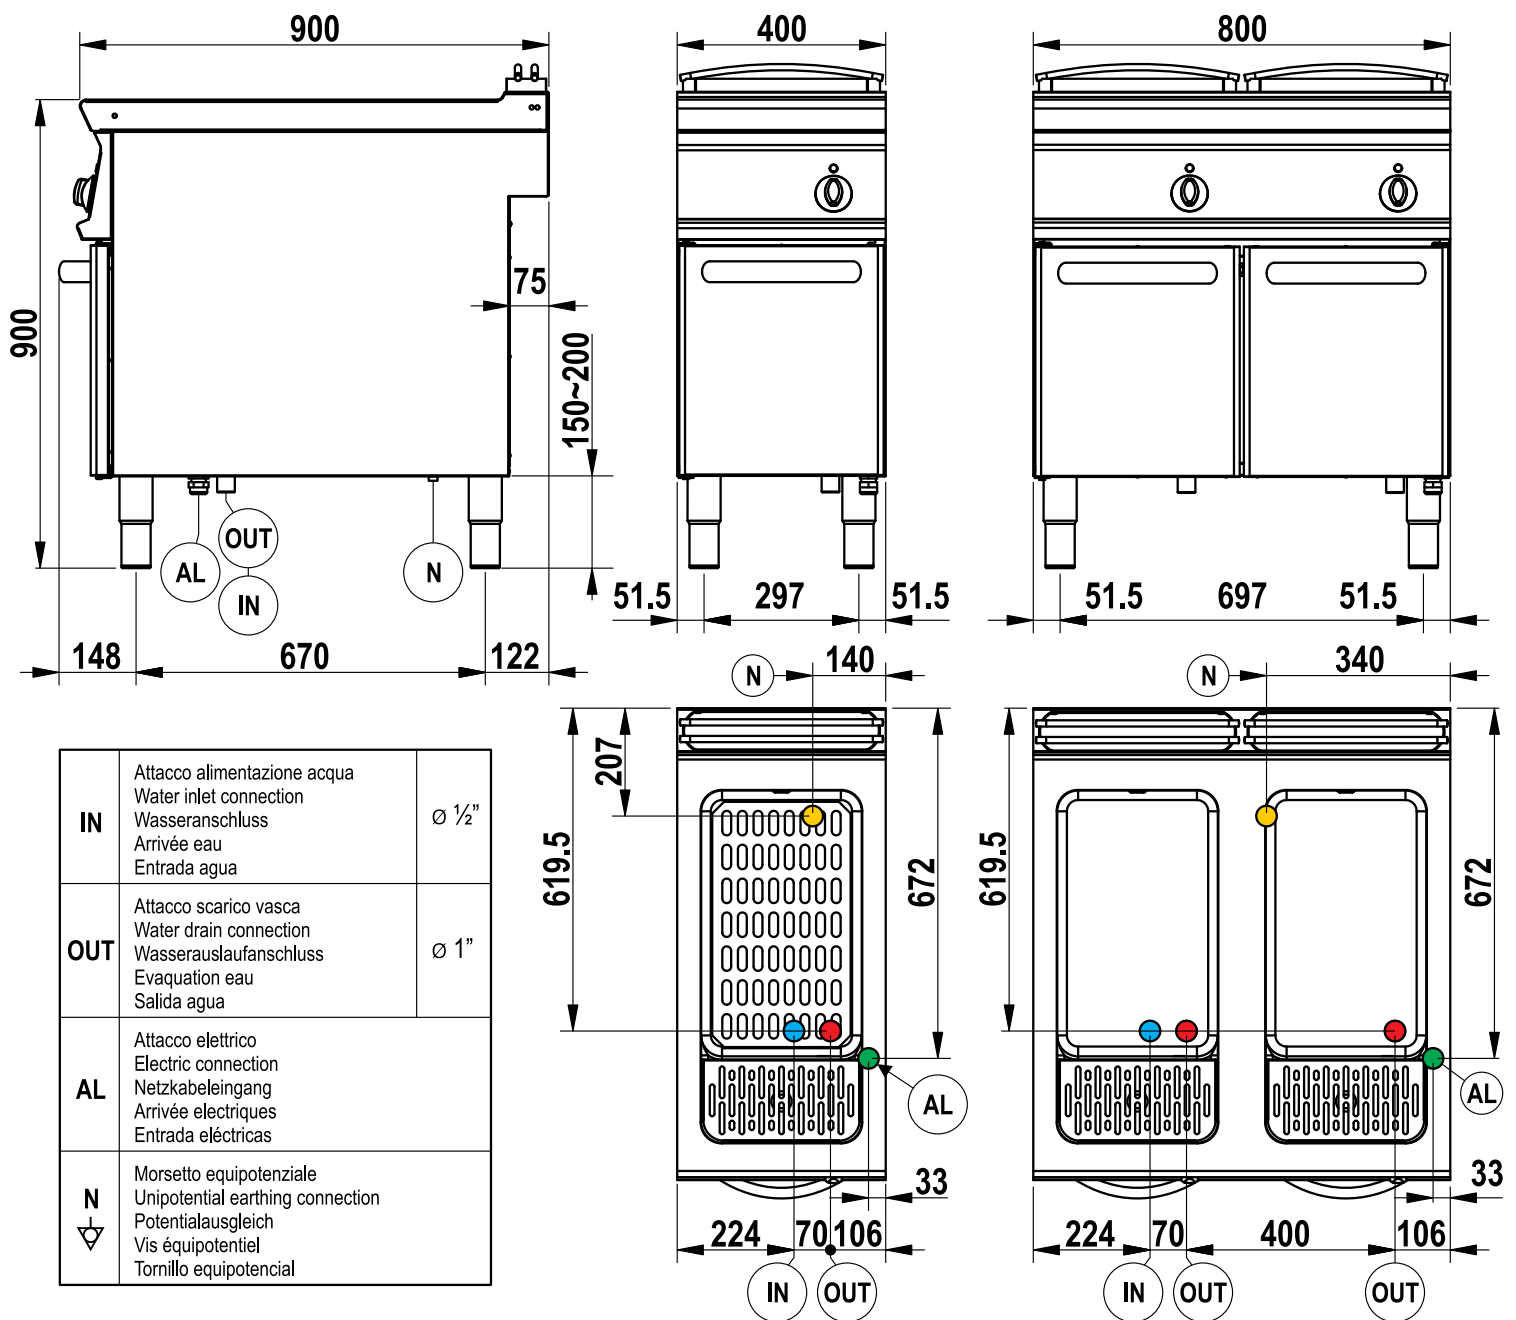
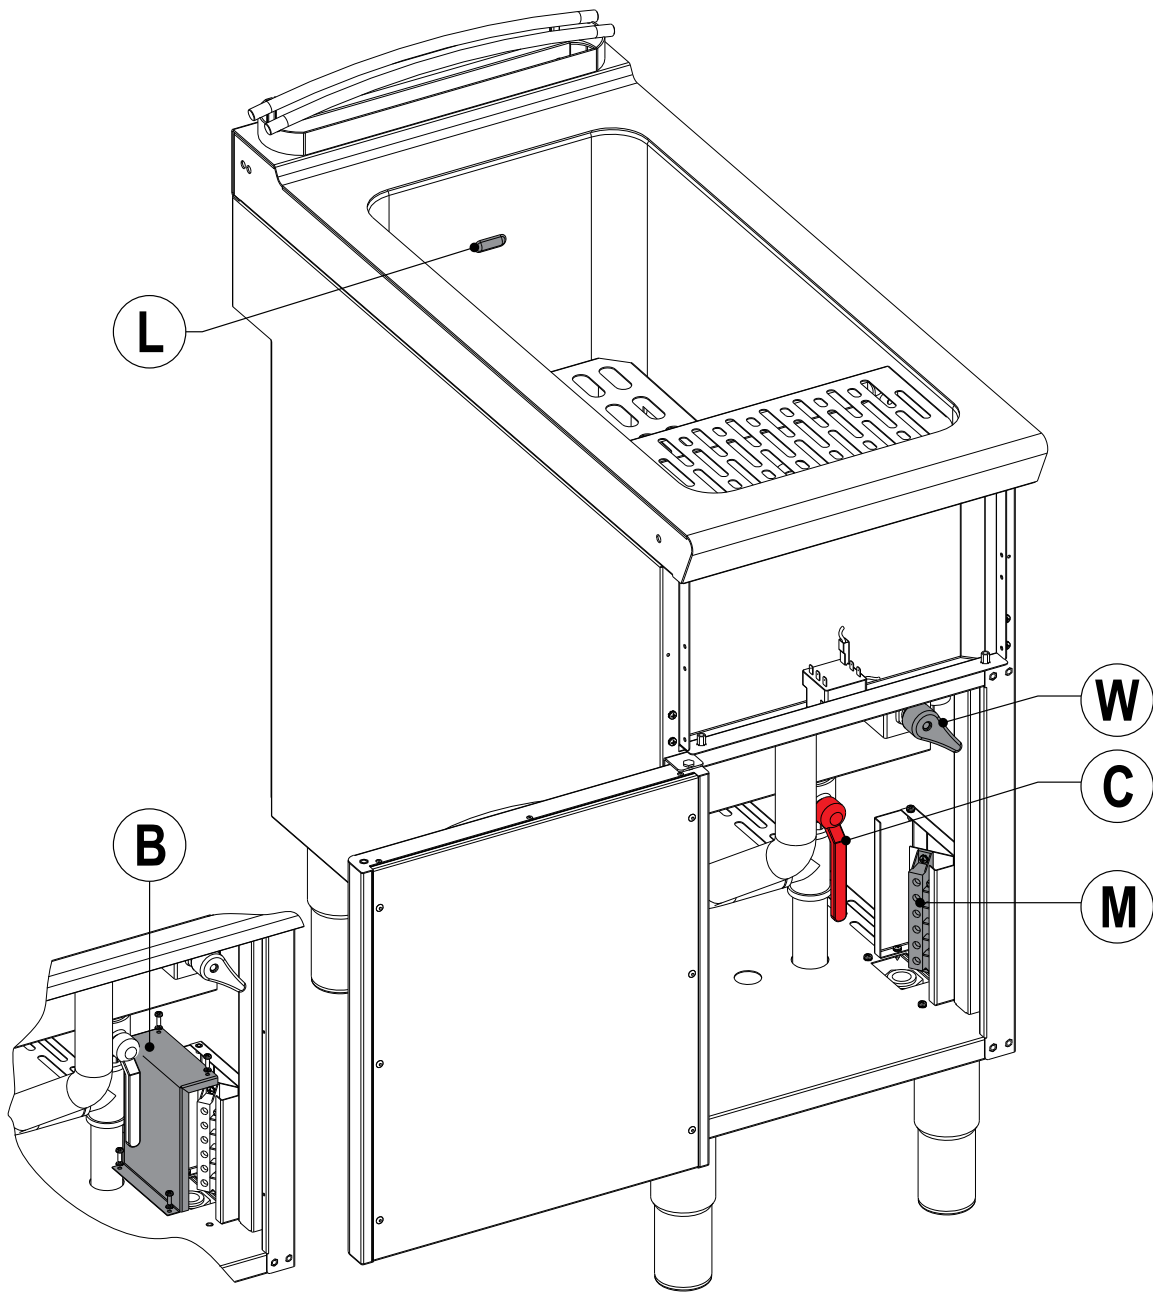

Fig.1-Abb.1-рис.1
Fig.2-Abb.2-рис.2
Per accedere alla morsettiera "M" (fig. 2) rimuovere il cruscotto "B" (fig.2) svitando le viti poste nella parte inferiore del pannello stesso. Seguendo le indicazioni sullo schema elettrico, collegare i conduttori del cavo d'alimentazione alla morsettiera e bloccarlo con l'apposito pressacavo "AL" (fig.1).
L'acqua deve essere evacuata dal collettore di scarico posto sotto il rubinetto "C" (fig.2).
- Non utilizzare l'apparecchiatura con il livello dell'acqua al di sotto della tacca di riferimento "L" (fig.2).
Introdurre l'acqua, fino al livello segnato sulla vasca "L" (fig.2).
Caricare l'acqua in vasca aprendo il rubinetto "W" (fig.2) posto all'interno dell'apparecchio, l'acqua uscirà dall'erogatore direttamente in vasca. La quantità massima di cibo consentita è pari a **"9kg"** per carico.